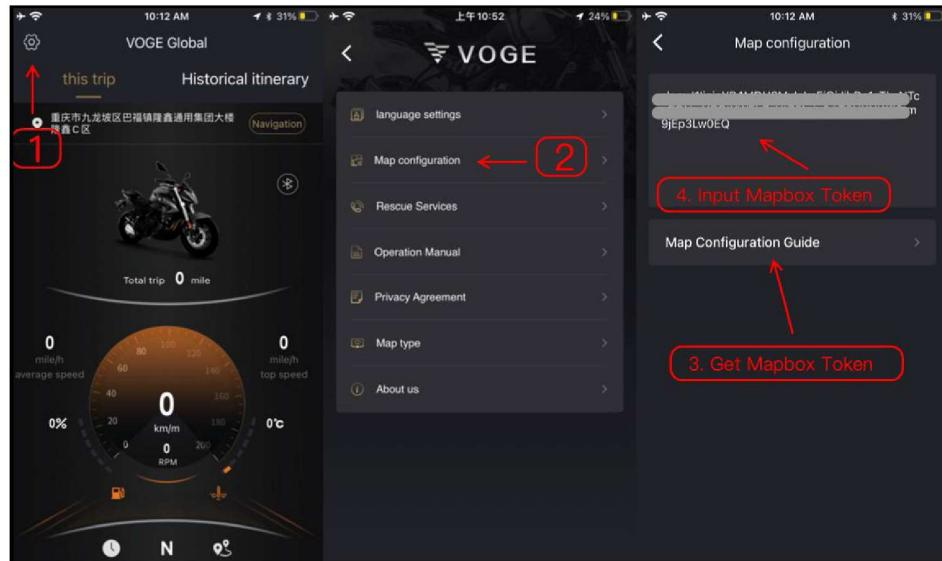

Figura 7
3.1 Abra VOGE Global, luego abra Setup → Map configuration → Map configuration guidance → Fill blanks for Mapbox Token (El usuario debe solicitar Mapbox Token y completar los espacios en blanco; de lo contrario, la navegación no funciona) (Figura 7).